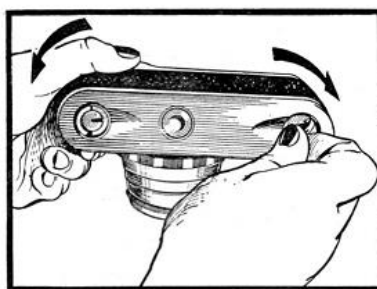
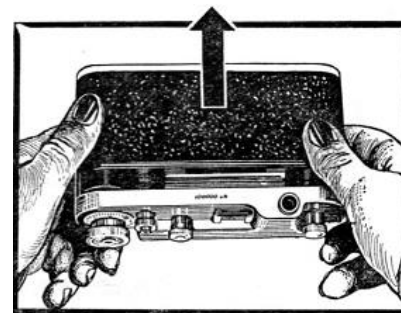
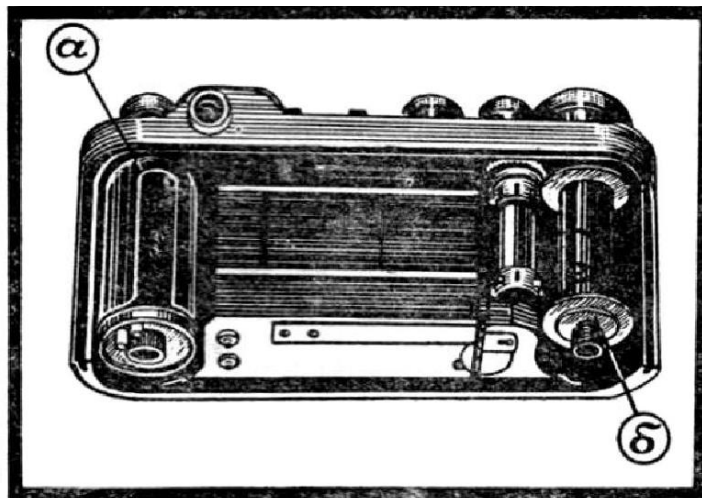

Рис. 2
Рис. 3
Рис. 4
Повернув аппарат, поднимите ногтем дужки замков и поверните их на пол-оборота до упора, как показано на *рис. 2*. Нажимая большими пальцами, сдвиньте заднюю крышку (24), так чтобы ее край вышел из паза корпуса, и снимите ее (*рис. 3*). Открытая камера показана на *рис. 4*.